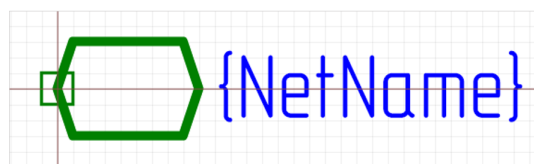

Рис. 72 Порт блоков Вход/Выход
- Вход/Выход – обозначение двустороннего подключения к схемотехническому блоку (вложенной схеме), см. Рис. 72.